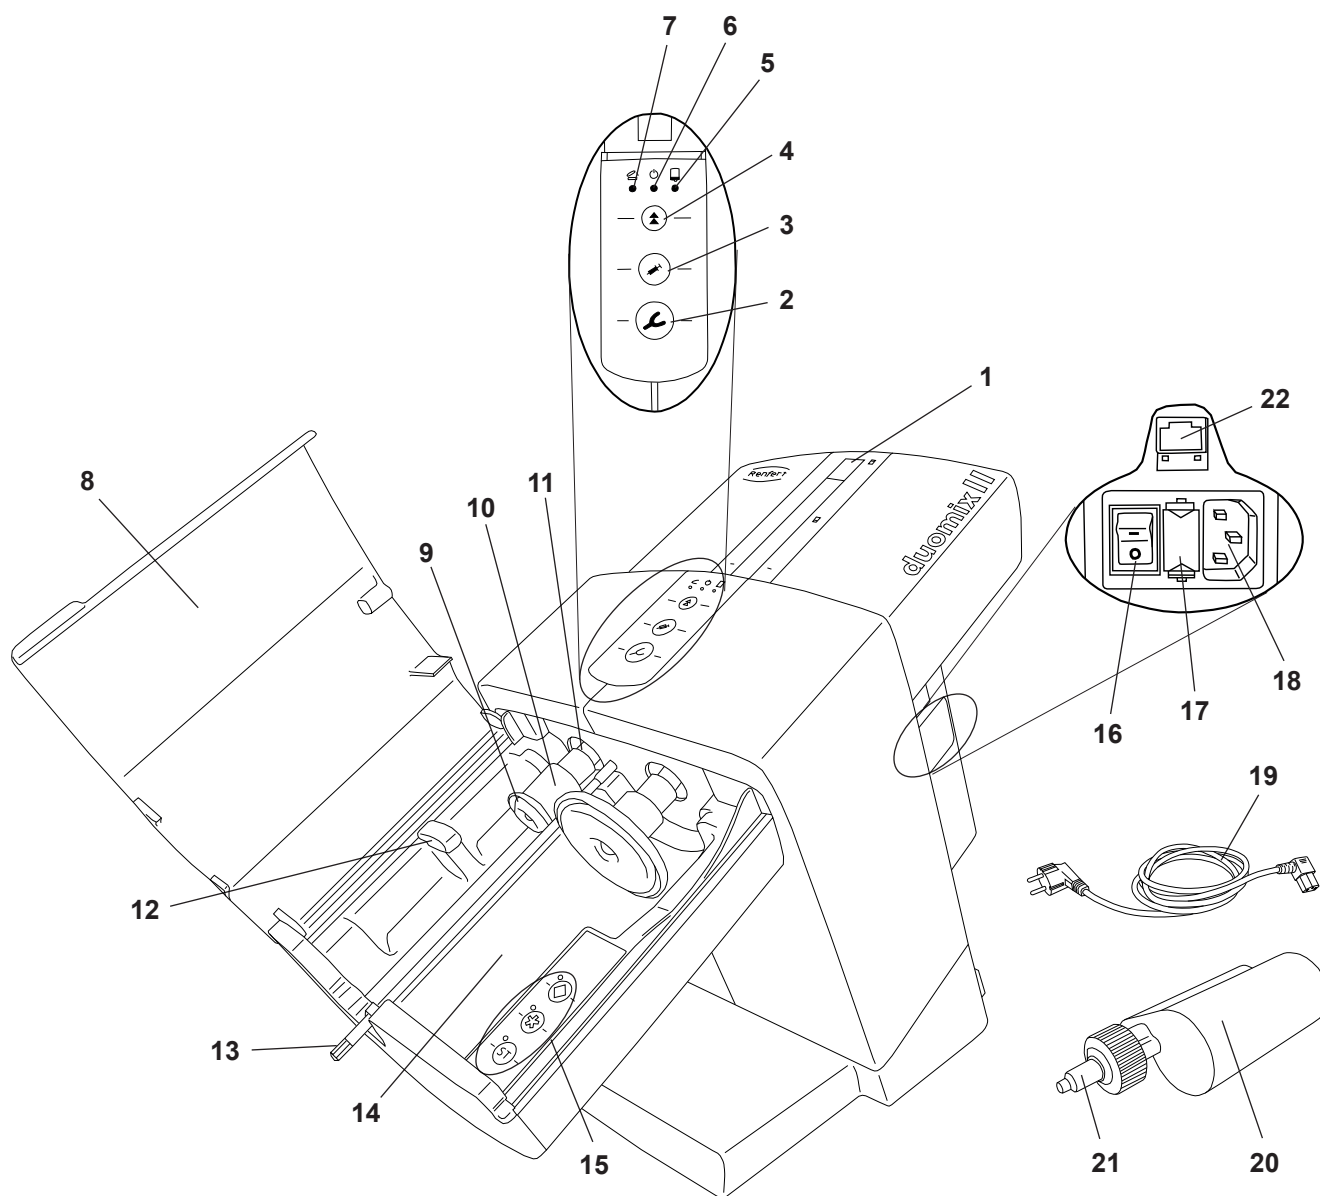

Fig. 1
- ⇒ Sett den medfølgende nettkabelen (19, Fig. 1) i strømkontakten (18).
- ⇒ Slå på apparatet på strømbryteren (16).
- ⇒ Trykk på tilbaketrekkingsstasten (4).
- ♦ Trykkplatene (9, Fig. 1) kjører tilbake i utgangsstilling og stopper.
- ⇒ Åpne enhetsdekslet (8, Fig. 1).
- ⇒ Fjern transportsikringen (23).
Det er kun mulig å legge inn og bytte patron, når de to trykkplatene (9, Fig. 1) er i utgangsstillingen.
⇒ Lukk enhetsdekslet (8, Fig. 1).
⇒ Åpne enhetsdekslet (8, Fig. 1).
Apparatluken kan lukkes når en patron er lagt inn korrekt. Så lenge apparatlukene ikke er forskriftsmessig lukket, lyser den røde LED-en "Apparatluke åpen" (7, Fig. 1).
- avtrykkskje (2), høy utpressingshastighet eller
- dispenser (3), lav utpressingshastighet
- ♦ Blandersekskanten (13, Fig. 1) begynner å rotere og mates automatisk inn i blandedysen (21, Fig. 1) og stopper igjen.